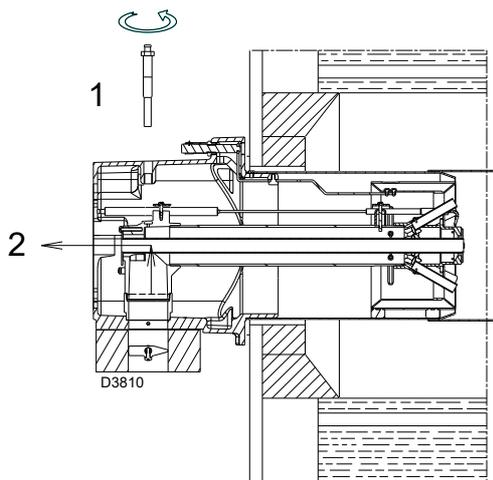

Fig. 15
- togliere la vite 1)(Fig. 15)
- estrarre la parte interna 2)(Fig. 15) della testa e provvedere alla loro taratura.
Non ruotare la sonda ma lasciarla come in Fig. 15; un suo posizionamento vicino all'elettrodo d'accensione potrebbe danneggiare l'amplificatore dell'apparecchiatura.